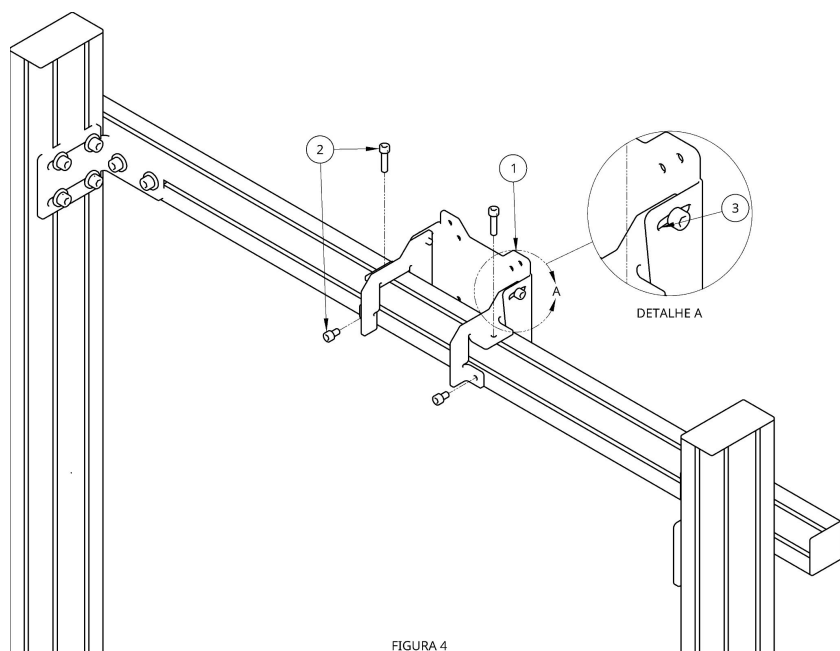

FIGURA 4
Monte os suportes dos monitores (1), seguindo as instruções da **Página 7, Figura 4**.